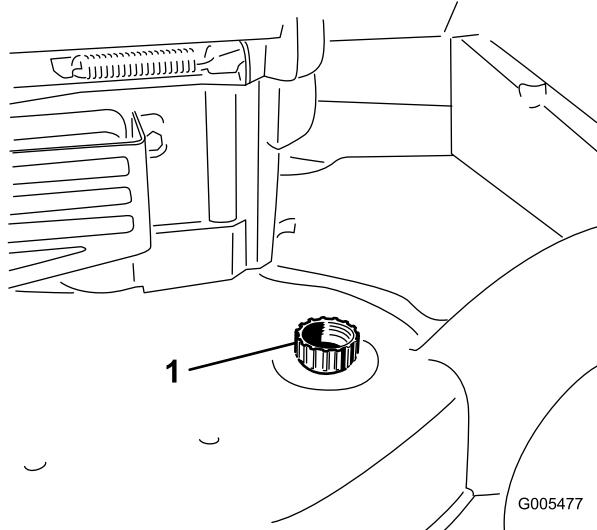

Figura 39
3. Collegate una canna da giardino al rubinetto dell'acqua ed al foro di lavaggio sulla scocca della macchina (Figura 39).